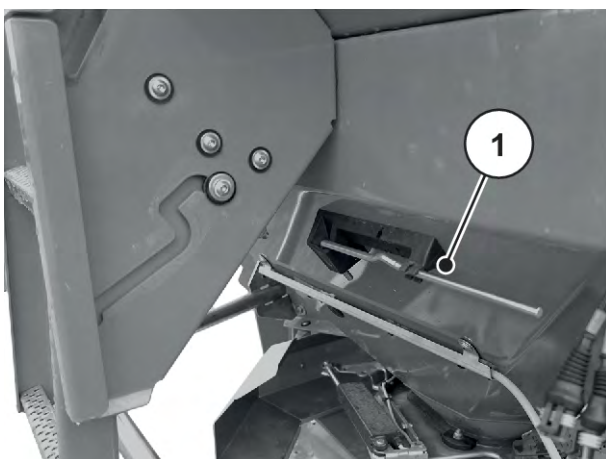

Fig. 26: Indstillingsarmens placering AXIS xx.2
- ▶ Læg indstillingsarmen tilbage i den dertil beregnede holder. Se *Fig. 26 Indstillingsarmens placering AXIS xx.2*